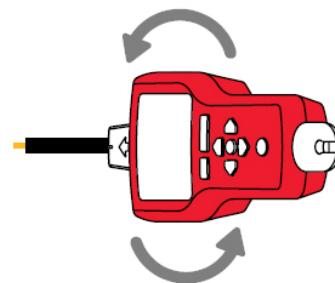

Figura 4.10c
6. Per verificare la direzione del cavo, ruotare periodicamente il ricevitore di 90 gradi. La potenza del segnale sar  pi  alto quando il cavo   allineato con la scanalatura del sensore punta. (Vedi Figura 4.10c)